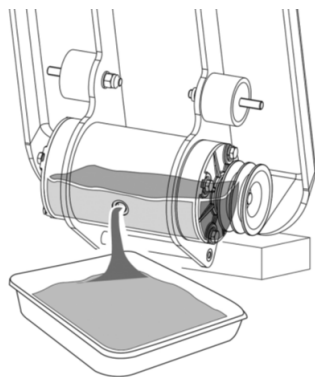

Рис. 27. Слив масла из вибратора
5. Вдвоем с помощником наклоните рабочую плиту в сторону вибратора и слейте масло из вибратора в подготовленную для этого емкость (Рис. 27).